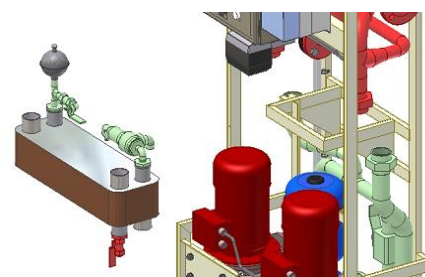

Рис. 4.2-4
3. Осторожно вытащите / поднимите / выкрутите НХ11 (Рисунок 4.2-4).